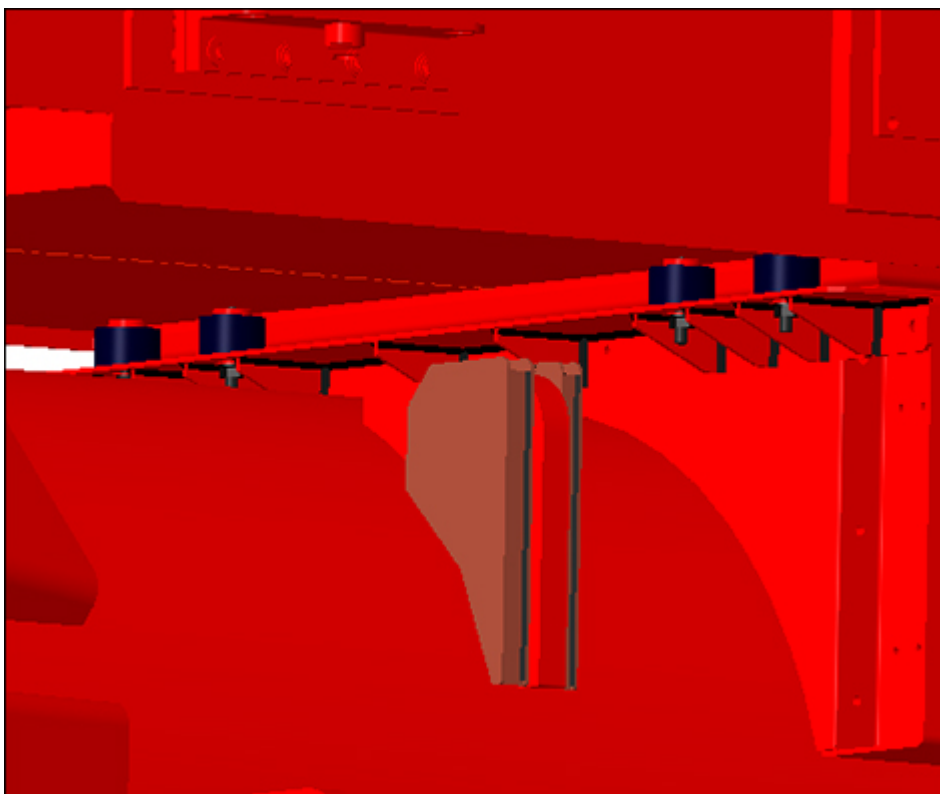

图 12. 将水冷却器降低到正确位置
1. 使用起重机/升降机将水冷却器放置在交流发电机上方。将防振安装螺柱与交流发电机上水冷却器支撑板上的孔对齐（请参阅 图 12 在第 xx 页 18）。